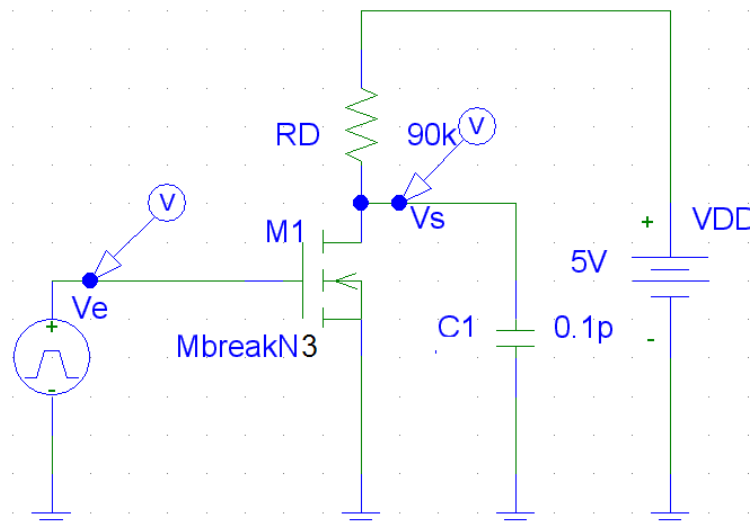

Figura 4. Inversor con condensador parásito.
1.9 Conectad un condensador de **0.1pF** entre la salida y masa (ver Figura 4). Este condensador parásito modeliza las capacidades del transistor y del cableado de salida. Variad  $R_D$  (10k, 90k, 200k) y repetir el análisis Transient anterior, visualizando la señal de entrada y salida. Observad el **retardo** de la señal de salida